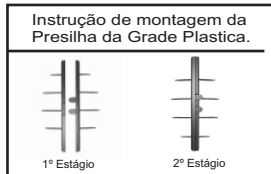

Fig 02
4º- Posicione a grade dianteira (02), em frente a grade traseira (06) de maneira a coincidir os encaixes da grade, na seqüência, engate as presilhas distribuídas em toda a circunferência da grade, de maneira que o acabamento da grade (01) fique na posição correta. Conforme Fig.02.